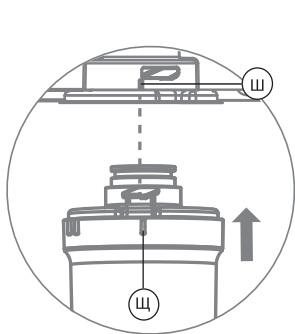

Рис. 21
5. Совместите метку «I» (Ш) на скобе фильтра и метку «I» (Щ) на картридже (рис. 21).